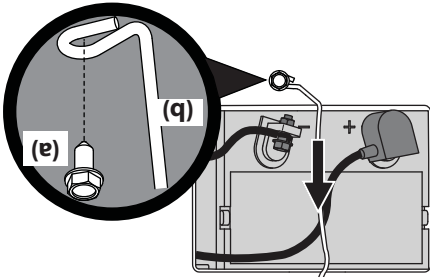

Figure 4-7
1. Enlevez la vis à rondelle hex. (a) qui maintient le support de retenue de la batterie (b) sur le châssis. Basculez le support de retenue de la batterie (b) pour déloger celle-ci. Voir la Figure 4-7.